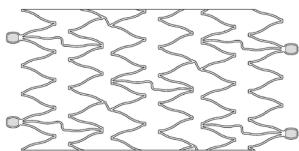

Figura 2 – Stent de nitinol
- Un stent autoexpandible implantable de aleación de níquel y titanio (nitinol), tal y como se muestra en la Figura 2. El stent es flexible, una prótesis de malla tubular fina, con un diseño helicoidal, que alcanza su diámetro sin restricciones una vez desplegado en el vaso. Una vez desplegado, el stent aplica una fuerza radial sobre la luz del vaso para establecer la permeabilidad.